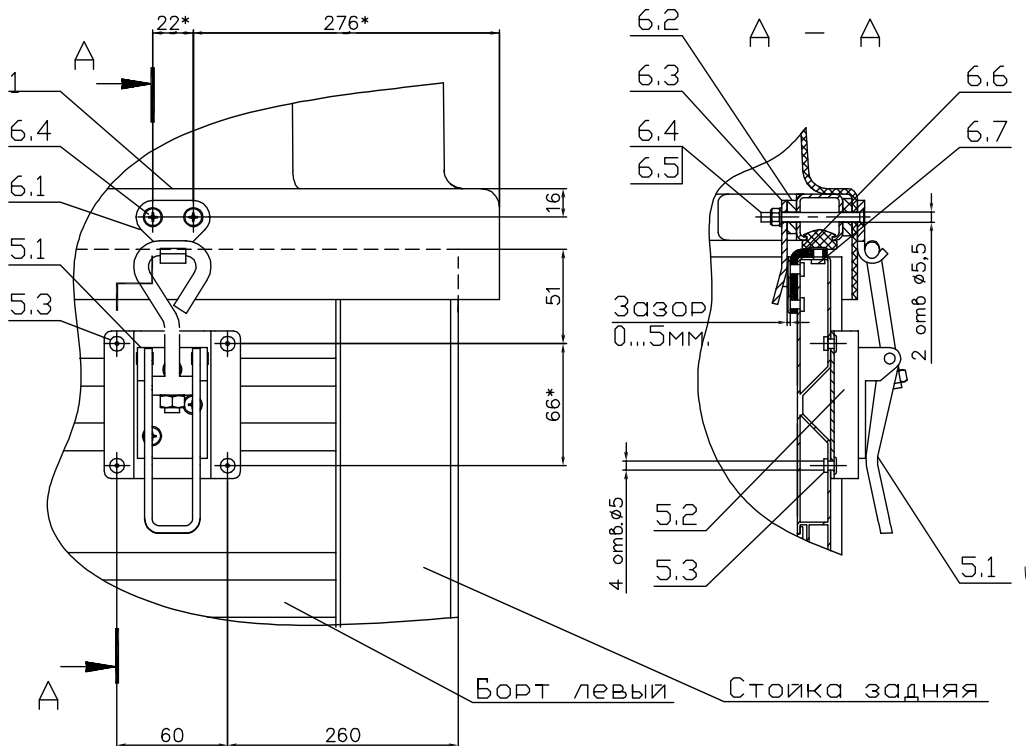

Рисунок 3.
15. В подготовленные отверстия, в задней части крышки установить в соответствующем порядке (рис. 3, сечение А-А) винты 6.4, крючок 6.1, ловушку 6.3 и шайбы 6.2, (при необходимости).